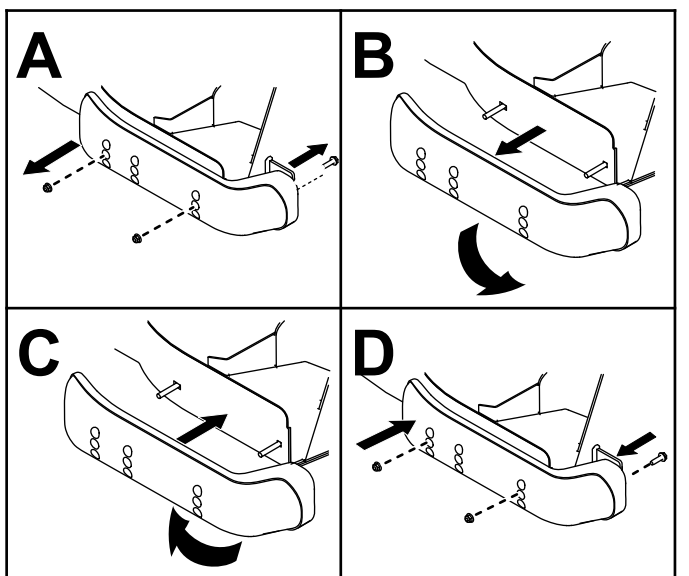

Figura 135
5. Îndepărtați saboii de pe lateralele punii mainii de tuns iarba (Figura 135).
6. Comutai saboii i montai-i folosind uruburile îndepărtate anterior (Figura 135).